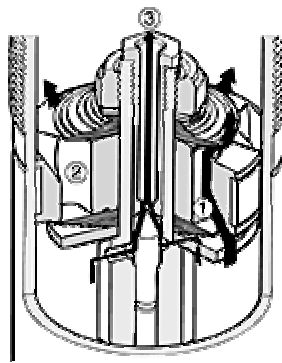

Figura 18. Flujo de aceite a través del pistón durante la carrera de extensión
- **Carrera de extensión** (Figura 18): Al tirar del vástago hacia fuera el aceite que queda por encima del pistón se comprime y pasa a través de las válvulas que hay en él. La resistencia que el aceite encuentra en dichas válvulas es la fuerza de amortiguamiento de extensión. Por la disminución de presión en la cámara, el pistón flotante vuelve hacia arriba recobrando su posición original para compensar el volumen liberado por el vástago.